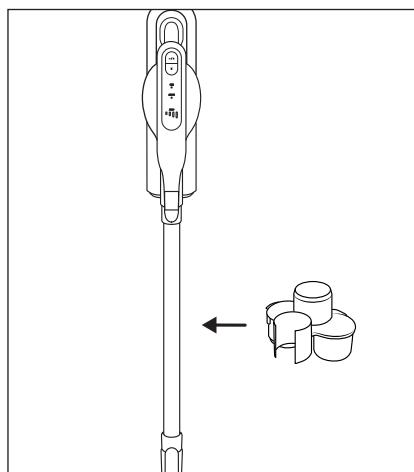

Abb. 16
- ♦ Befestigen Sie die Zubehörhalterung 17 am Saugrohr 23 (siehe Abbildung 16).